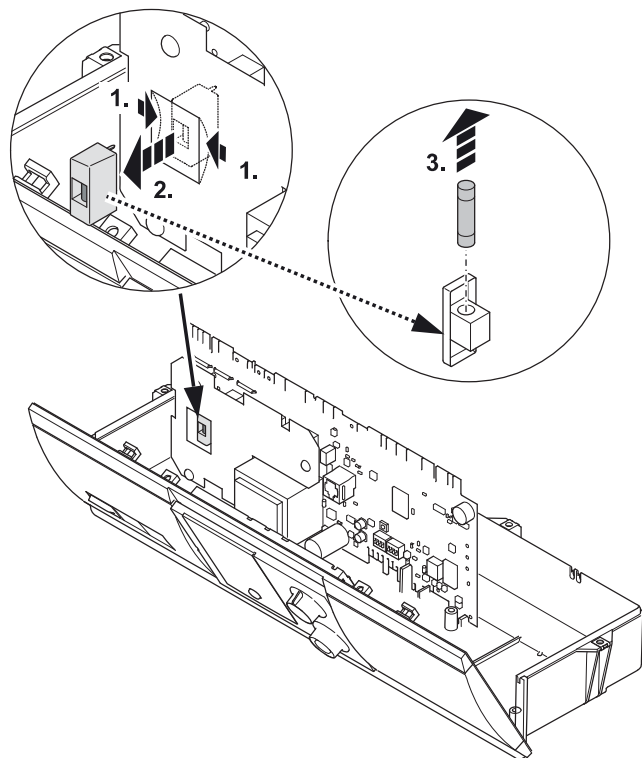

Fig. 6-15 Remplacement du dispositif de sécurité
5. Remplacez le fusible ou la platine du panneau de commande (fig. 6-15).